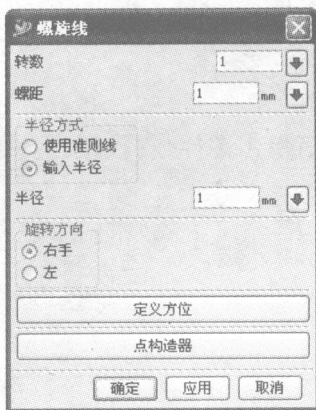

图 1-23 螺旋线对话框
- 选择菜单栏【插入】→【曲线】→【螺旋】或者单击按钮，系统弹出如图 1-23 所示的对话框。